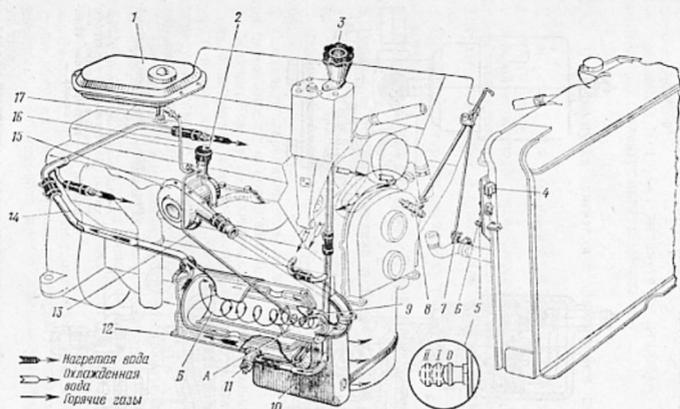

Рис. 35. Схема системы подогрева:
В комплект подогревателя входят следующие составные части: котел 12 (рис. 35), топливный бачок 1, электромагнитный клапан 2, электроventильатор 15, поддон 10 обогрева масляного картера, трубопроводы и пульт управления.
На правой боковине радиатора установлен пульт управления подогревателем, на котором размещены переключатель 5 (рис. 35), выключатель 6 свечи и контрольная спираль 4. Переключатель 5 имеет три положения:
4. Закройте краны 11 (рис. 35) и 8 (кран 7 должен быть открыт).